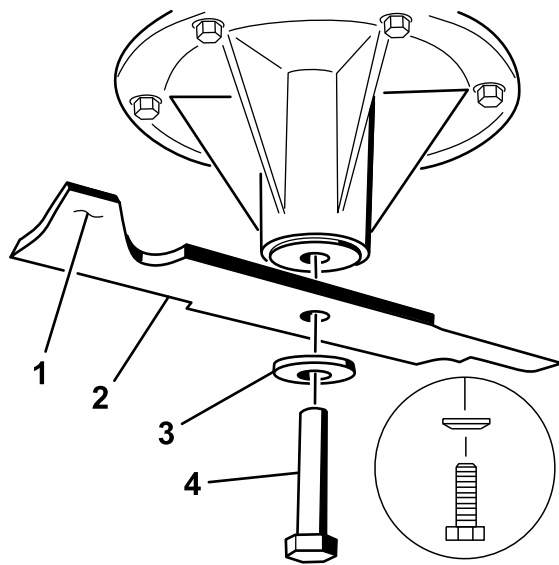

Figura 96
- Instale la cuchilla en el eje (Figura 96).
- Instale la arandela de muelle y el perno de la cuchilla (Figura 96).